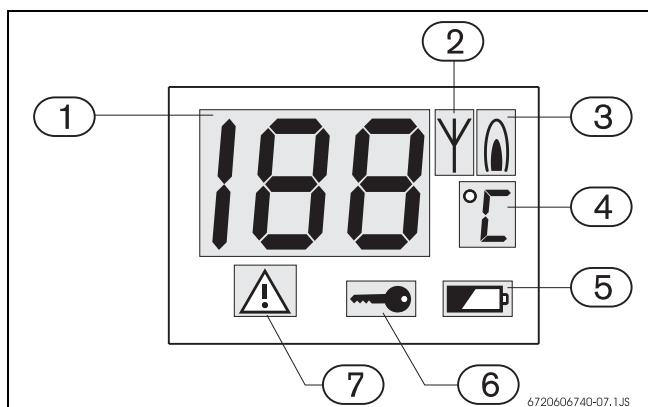

Fig. 8 Painel LCD
Este aparelho dispõe de um sistema de diagnóstico de avarias. A indicação da detecção destas anomalias é feita através da indicação luminosa (luz vermelha) da tecla de rearme (\rightarrow Fig. 7, pos. 1), de um código no painel LCD (\rightarrow Fig. 7, pos. 2) e de um símbolo de erro (\rightarrow Fig. 8, pos. 7) no mesmo painel. O aparelho só volta a funcionar após a causa da avaria ter sido eliminada e se ter pressionado a tecla de rearme.